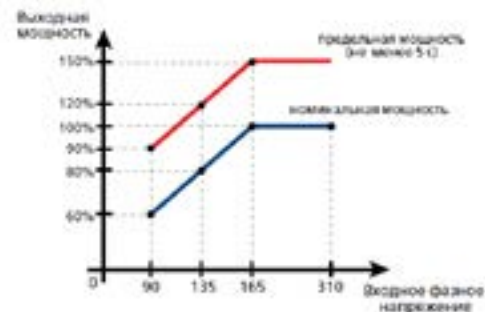

Рисунок 1
**! Внимание!** Общая потребляемая мощность нагрузок, подключаемых к стабилизатору, не должна превышать номинальную выходную мощность устройства (пункт 3.1). Обратите особое внимание на изменение выходной мощности стабилизатора при изменении значения входного напряжения (рисунок 1), а также на наличие пусковых токов у подключаемого к стабилизатору оборудования.